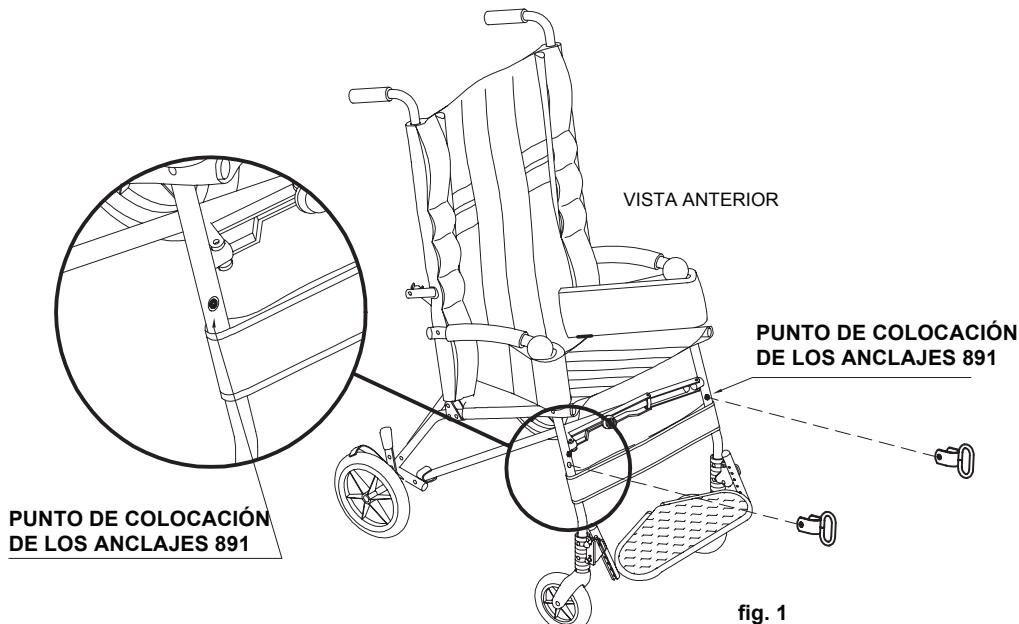
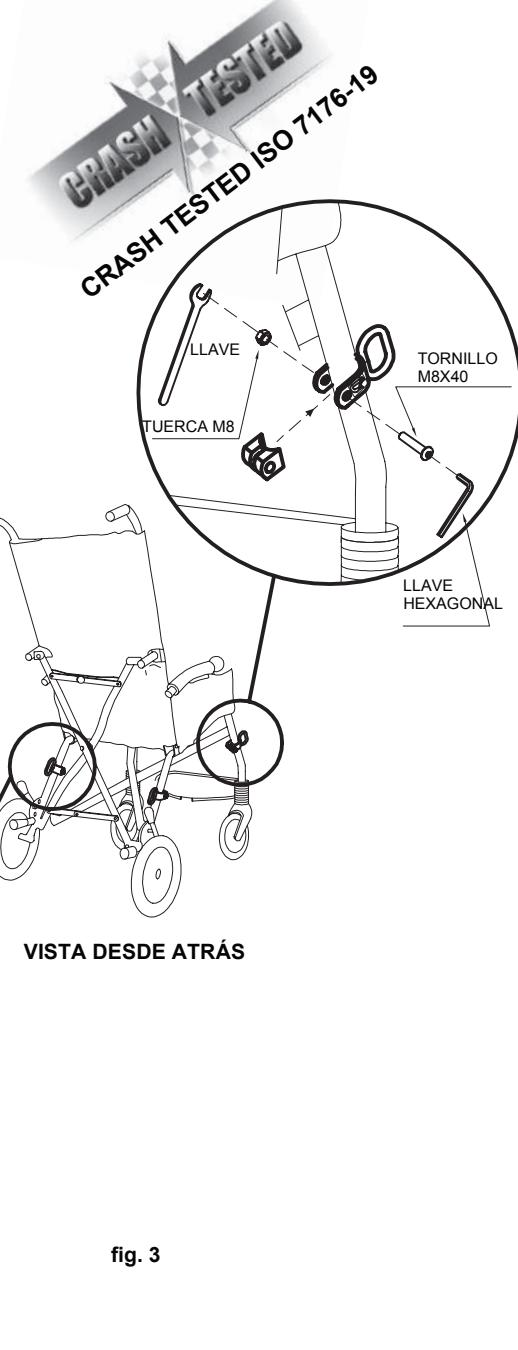
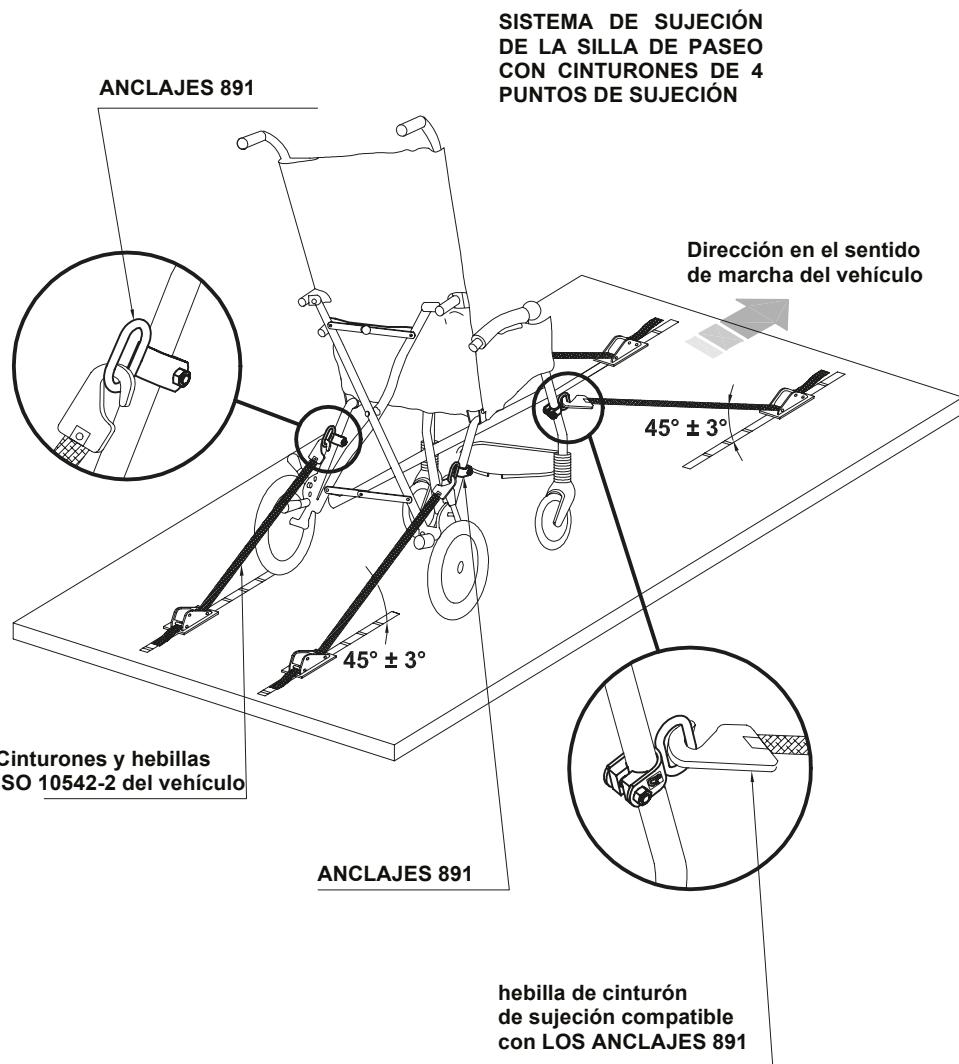

fig. 1
fig. 3
fig. 4
- **EL NIÑO SENTADO EN LA SILLA DE PASEO DEBE SER UBICADO EN LA DIRECCIÓN DEL SENTIDO DE MARCHA DEL VEHÍCULO EN MOVIMIENTO** (ver. fig. 4 pág. 12).
- **EL VEHÍCULO DEBE SER APTO PARA EL TRANSPORTE DE SILLAS DE RUEDAS/SILLAS DE PASEO ORTOPÉDICAS DE CONFORMIDAD CON LA NORMA ISO 7176-19** (ver. fig. 4 pág. 12)
- **LA SILLA DE PASEO DEBE SUJETARSE AL VEHÍCULO** mediante: 1) un sistema de cinturones de sujeción de 4 puntos conforme con la ISO 10542-2 suministrado con el vehículo (ver. fig. 4 pág. 12) y 2) el accesorio 891 - ANCLAJES (4 ANILLOS) (ver. fig. 1 y 2 pág. 10, fig. 3 pág. 12 y fig. 4 pág. 12)